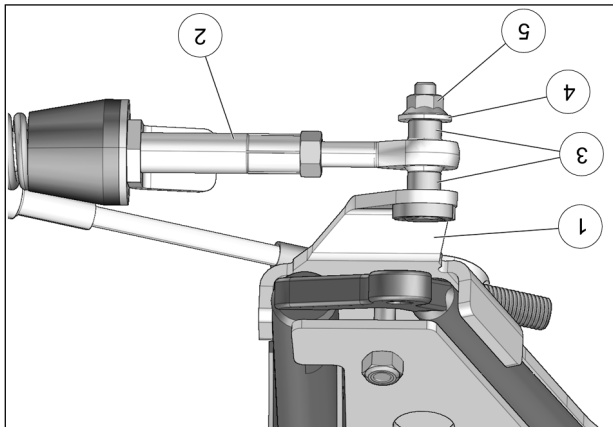

Fig. 21
14. Fixer le bras stabilisateur (2) au boulon déjà installé sur l'ancrage de suspension (1) à l'aide des deux espaces (3), de la rondelle (4) et de l'écrou autobloquant (5). Serrer à un couple de 70 N•m [52 lb•pi]. Voir la Fig. 21